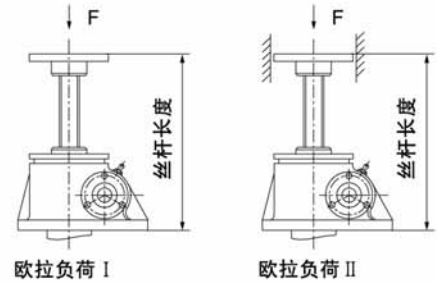
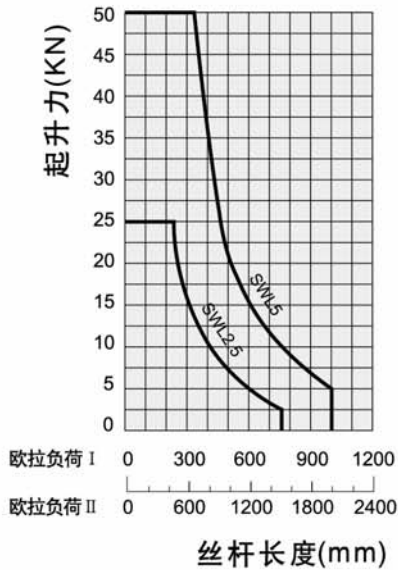
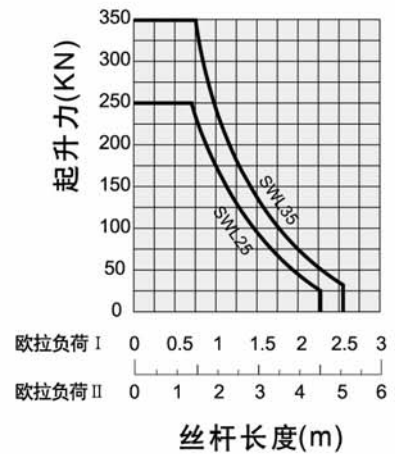

图 1
图 2
图 4
根据丝杆行程和提升负荷查图 1 ~ 图 4，找出所需升降机的型号，再查提升力和提升速度表，校核提升速度是否满足要求。
根据 $F=20\text{kN}$ ，丝杆行程 = 400mm 查图 2，选择 SWL5 升降机。再查提升力和提升速度表核对 SWL5 升降机在 20KN 负荷下只允许 0.526m/min 的速度，只有重选大型号的升降机。再查提升力和提升速度表得知 SWL10 在 20KN 负荷下允许提升速度为 1.44m/min 而满足要求。
- 1) 当压力负荷减小时，提升高度可随之增大（两者具体关系详见图 2 ~ 图 4）；